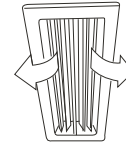

Рис. 1
- Режим Охлаждения (Отрегулируйте жалюзи горизонтально) Рис. 1.